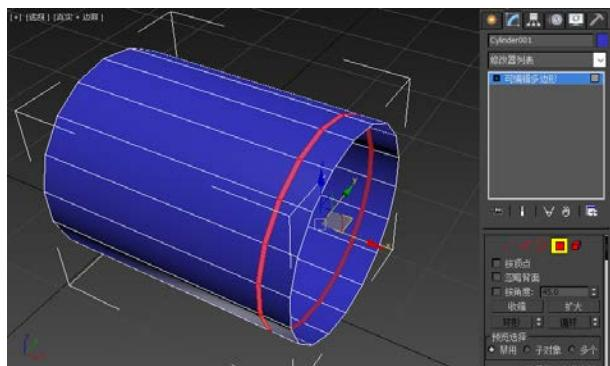

图 3-1-5 选择循环面
**STEP 05** 进入【修改】面板，单击【多边形】按钮，进入【多边形】子对象，选择视图中的一圈多边形，如图 3-1-5 所示。